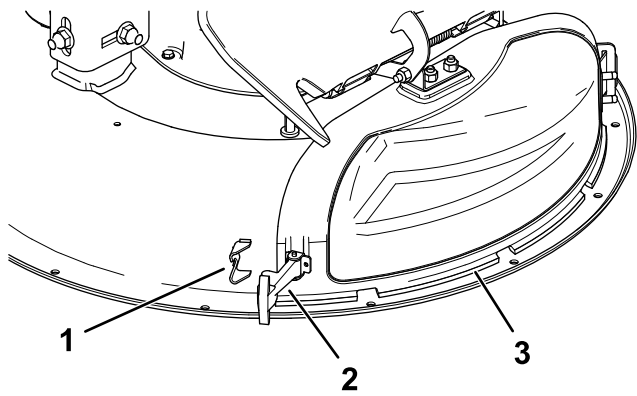

Figure 12
3. Dégagez le verrou flexible du dispositif de verrouillage du couvercle d'éjection et faites pivoter ce dernier sur la droite (Figure 12).
6. Fixez le couvercle d'éjection au plateau de coupe en accrochant le verrou flexible du couvercle d'éjection au dispositif de verrouillage sur le plateau de coupe (Figure 12).